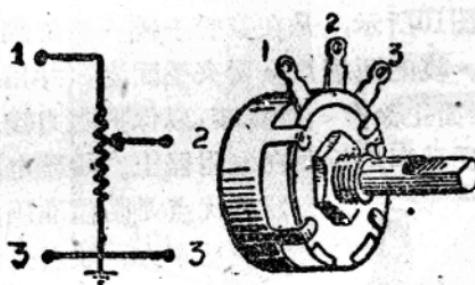

图 9 电位器
3. 电位器 如图9所示，是在条形的絕緣紙上涂一层高阻值的石墨粉做成的。两端涂有一层金属物質，使它容易和焊接銅片接触，中間的第二个焊接銅片接活动臂，用以改变中間与另一端的阻值。电位器一般作音量和音調控制器用。它的接法如图9所示，1为高压端，2为中間端，3为低压端（即地綫端）。如順时鐘方向旋轉，使2、3之間的阻值增大，当訊号电流流过2、3之間时，就能产生大的訊号电压，揚声器的声音也就增大。如反时鐘方向旋轉，2、3之間的阻值减小，那么声音也就减小。有些电位器外壳上附有开关，可作电源开关用。电位器的阻值标明在外壳上，承受功率0.2—0.5瓦，誤差率不超过 $\pm 20\%$ 。